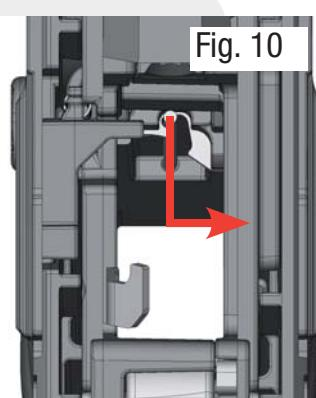

Fig. 10
- Allentate la molla e premetela in direzione della parte terminale del ritegno del caricatore (Fig. 10). Contemporaneamente estraete lateralmente il ritegno del caricatore dall'impugnatura.